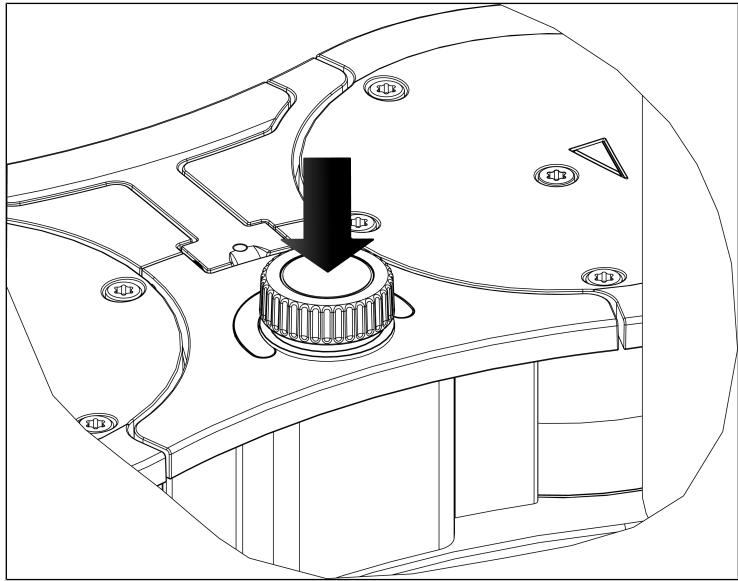

Fig. 9: Mise en marche / à l'arrêt de la fonction de pompage du système de vide à l'aide du bouton poussoir/rotatif
- Démarrer la fonction de pompage du système de vide en appuyant sur le bouton-poussoir/rotatif (voir Fig. 9).